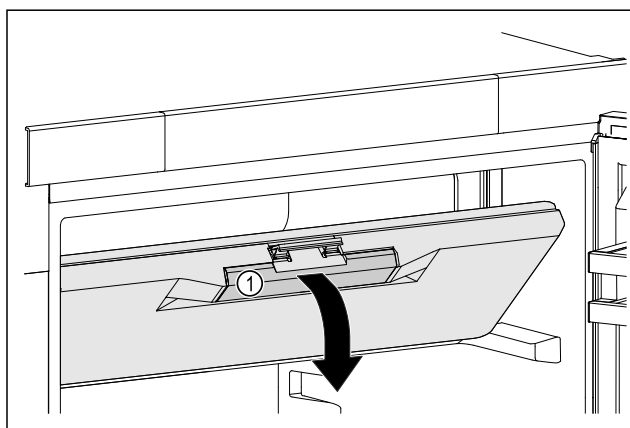

Fig. 41
- ▶ Хванете вратата на фризерното отделение за вдлъбнатия захват Fig. 41 (1).